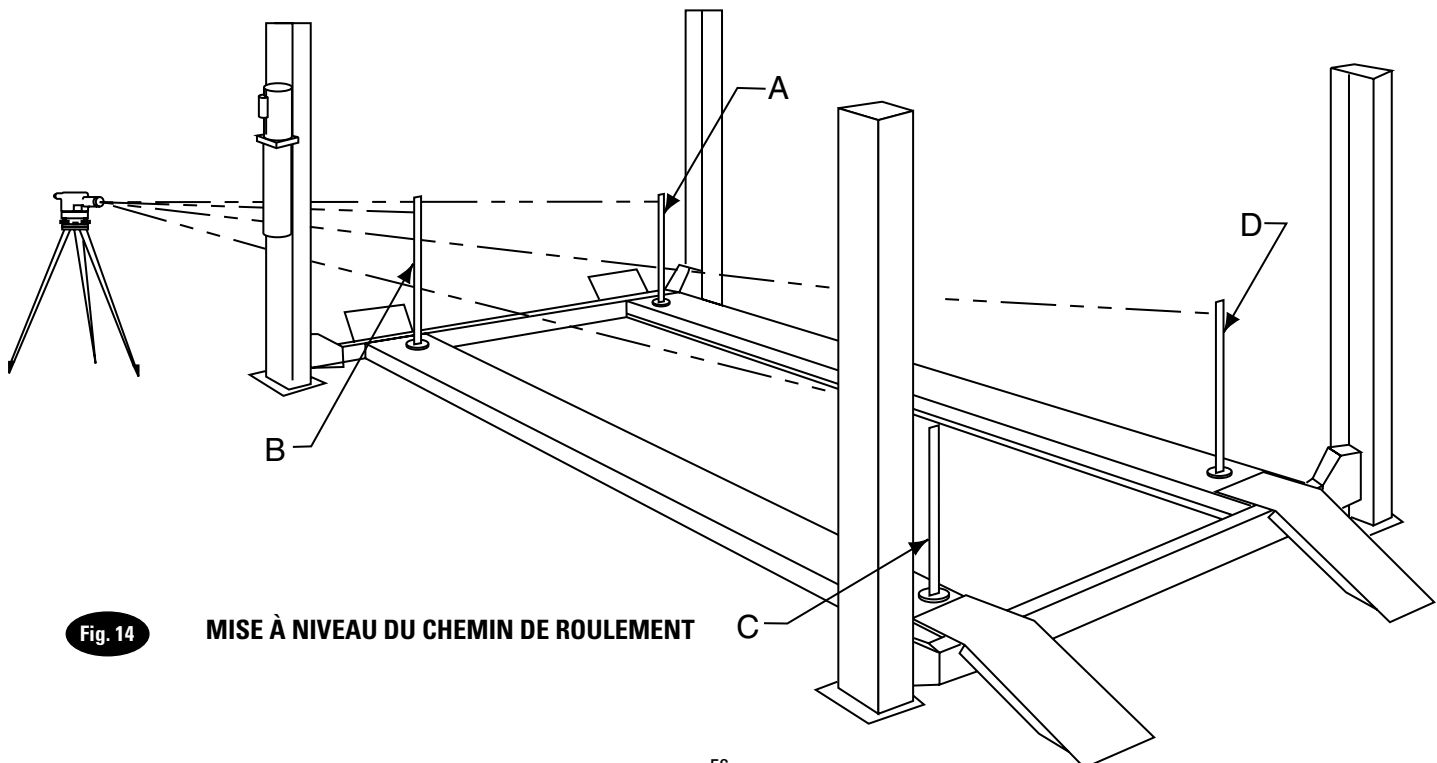

Fig. 14 MISE À NIVEAU DU CHEMIN DE ROULEMENT
- C. Placer d'abord la cible de niveau dans le coin le plus élevé du pont élévateur. Le poser sur le chemin de roulement, la ligne du centre à 15 cm (6 po) du tube d'étrier, quel que soit celui qui est situé au point le plus élevé. Cela sera considéré comme la position "A" de la cible. Commencer avec la cible à la position "A", Fig. 14, pointer le niveau sur la cible et la marque de chiffre ou graduation sur l'échelle en pouce de la cible qui s'aligne sur la ligne de mire du niveau, Fig. 15.
- D. Ensuite, déplacer la cible et la placer au point "B" de chemin de roulement, Fig. 14. Pivoter le niveau et mettre un point sur la graduation de la cible. Ajuster la colonne au point "B" en ajoutant des cales sous la plaque de la base, Fig. 13, jusqu'à l'ancrage la mire de niveau alignée sur la marque de référence sur la graduation de la marque de la cible. Répéter pour les points C et D.